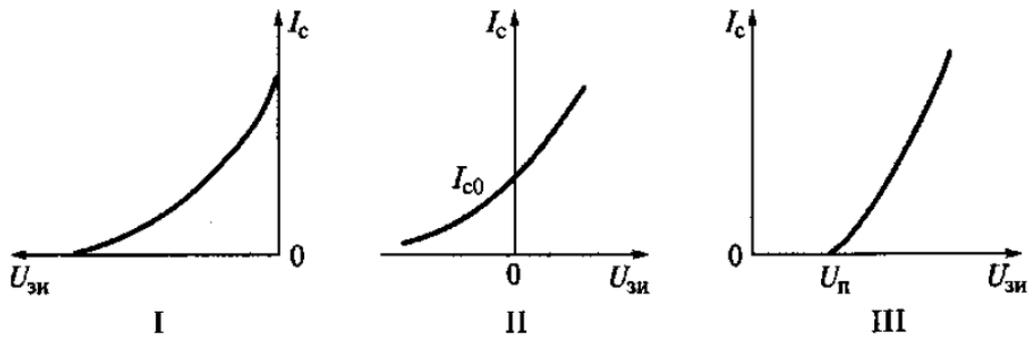

Рис. 1
8. Какая из передаточных характеристик $I_c = f(U_{\text{зи}})$, представленных на рис. 1, принадлежит полевому МОП транзистору с индуцированным каналом?